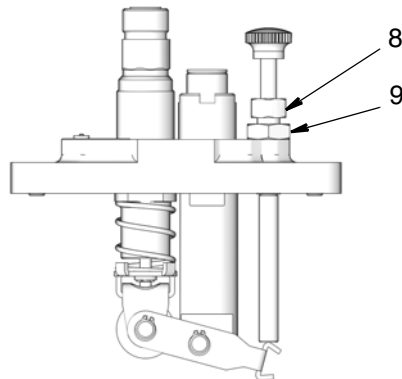

図 9
ポンプ容量は外部調整ねじ (8) を使って制御します。(図 9) 調整ねじを回転させると、ピストンストロークの長さが増減し、ポンプ排出容量が増減します。
1. 調整ねじロックナット (9) を緩めます。(図 9)
2. 調整ねじ (8) を回転させます。(図 9):
5. ポンプを適正な仕様内容に調整したら、調整ねじロックナット(9)を締め付けます。(図9)。
サイトウエルに落下する滴下数は、ポンプが排出するオイル量に等しくなります。調整ねじ(8)(図9)を使用してピストンストロークを変化させると、ポンプ容量を調整することができます。(ポンプの調整を参照ください。)